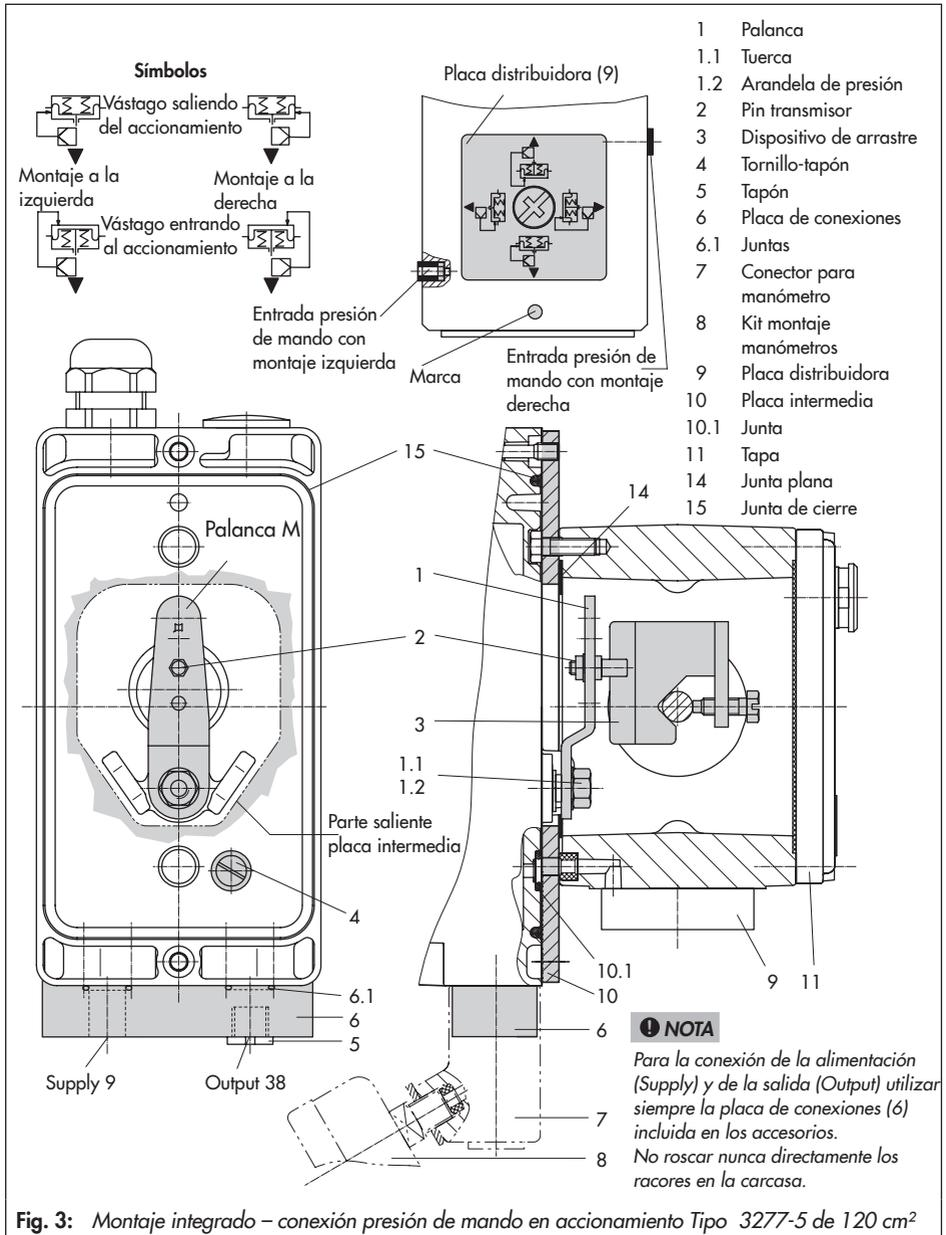

Fig. 3: Montaje integrado – conexión presión de mando en accionamiento Tipo 3277-5 de 120 cm2
#### **Accionamiento de 120 cm2** (ver fig. 3)
1. Montar la placa de conexiones (6) o el conector para manómetro (7) con el manómetro al posicionador, cuidando que las juntas (6.1) queden en su lugar.
2. Destornillar el tornillo-tapón (4) de la cara posterior del posicionador y cerrar con el tapón (5) de los accesorios la salida "Output 38" de la placa de conexiones (6) o del conector para manómetro (7).
3. Colocar el dispositivo de arrastre (3) en el vástago del accionamiento, alinearlos y fijarlo de forma que el tornillo de fijación esté bien alojado en el encaje del vástago del accionamiento.
4. Fijar la placa intermedia (10) con la parte saliente más estrecha (fig. 3 izq.) hacia la conexión de la presión de mando, la junta plana (14) enganchada tiene que quedar del lado del puente del accionamiento.
5. **Carrera 15 mm:** el pin (2) de la palanca **M** (1) en la parte posterior del posicionador se deja en la posición **35** (estándar). **Carrera 7,5 mm:** desenroscar el pin (2) colocado en la posición **35** y roscarlo en la posición **25**.
6. Colocar la junta de cierre (15) en la ranura de la carcasa del posicionador y la junta (10.1) en la parte posterior de la carcasa.
7. Colocar el posicionador en la placa intermedia (10) de forma que el pin transmisor (2) se apoye encima del dispositivo de arrastre (3). Para ello, ajustar la palanca (1) y con la tapa del posicionador abierta sujetar el eje del posicionador con la caperuza o el selector. La palanca (1) tiene que apoyar en el dispositivo de arrastre por acción del resorte. Atornillar el posicionador mediante los tornillos a la placa intermedia (10).